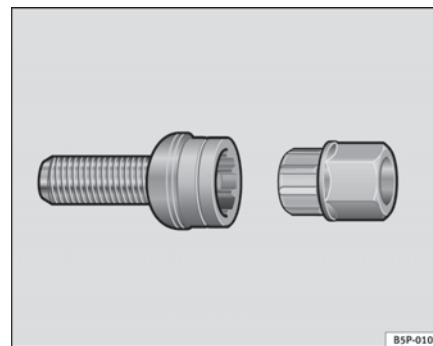

Abb. 145 Diebstahlhem-
- Setzen Sie den Adapter bis zum Anschlag in der diebstahlhemmenden Radschraube ein ⇒ Seite 219, Abb. 145.